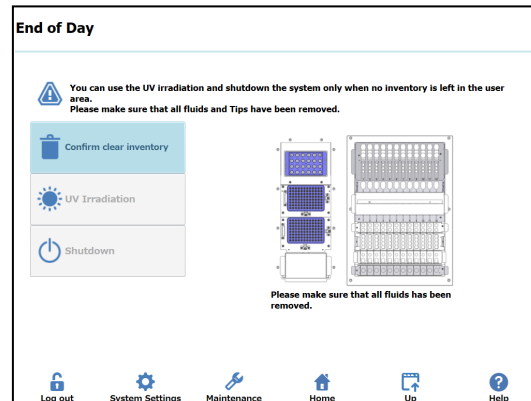

Abbildung 17: Bildschirm „End of Day“ (Tagesende)
26. Wählen Sie auf dem Startbildschirm „End of Day“ (Tagesende). Der folgende Bildschirm wird angezeigt (Abbildung 17).